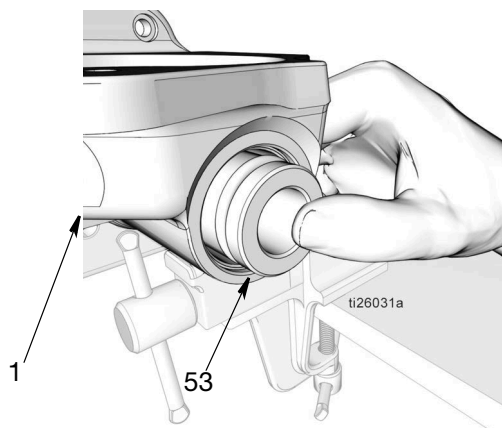

FIG. 42
- d. Presione el manguito (53) con los pulgares hasta introducirlo en la base de la bomba (1). Después, con una varilla blanda, presione el manguito hasta el fondo lo más posible (FIG. 42).